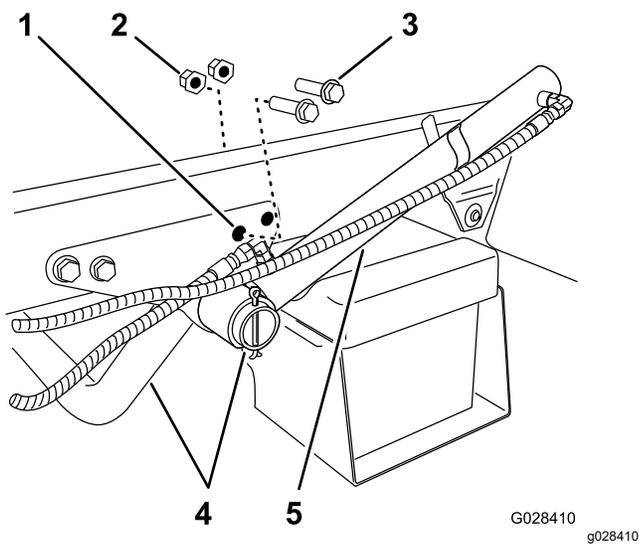

Рисунок 6
которые крепят опорный кронштейн трубы двигателя к раме машины (**Рисунок 6**).
2. Поверните гидроцилиндр подъема, чтобы получить зазор, необходимый для установки прижимного кронштейна для рамы бака (**Рисунок 6**).